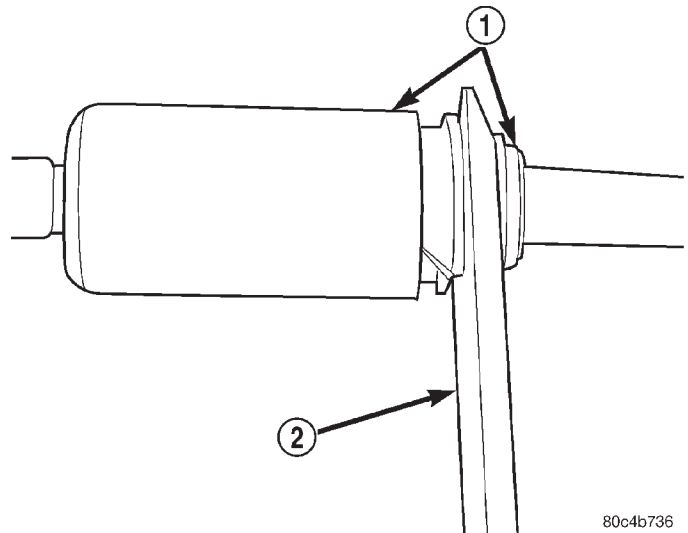

Fig. 2 Desconexión de la conexión rápida hidráulica, utilizando la herramienta 6638A
(4) Retire la bandeja de la batería del soporte.
(5) Desconecte el cable de masa en el soporte de la bandeja de la batería.
(6) Desconecte el conector del conmutador de luz de marcha atrás.
(7) Con la herramienta 6638A, desconecte el racor de conexión rápida del embrague hidráulico (Fig. 2) (Fig. 3)